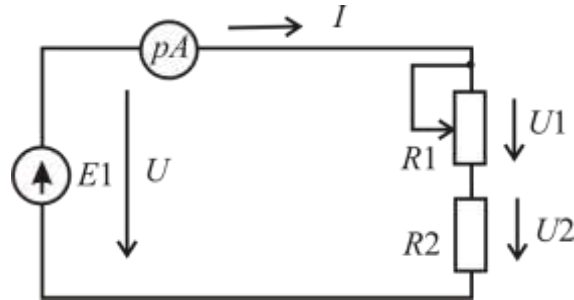

Рис. 1.2
В параллельной цепи, приведенной на рис. 1.2, все ветви находятся под одним и тем же напряжением U , а токи в ветвях обратно пропорциональны их сопротивлениям.
2. Для схемы на рис. 1.2 получите зависимости $I_2=f(R2)$, $P_2=f(R2)$ и постройте их графики.